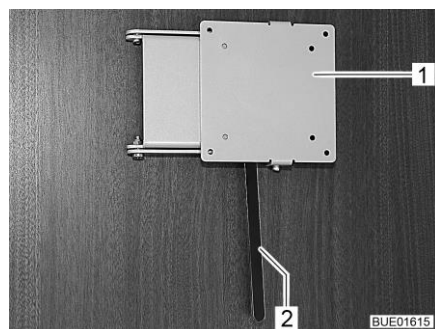

Fig. 111 Supporto con leva di sbloccaggio
- Spingere di lato la leva di sbloccaggio (Fig. 111,2) e ruotare il supporto (Fig. 111,1) con lo schermo piatto nella posizione desiderata.
- Riportare indietro lo schermo piatto finché il supporto (Fig. 111,1) non si innesta nel bloccaggio.